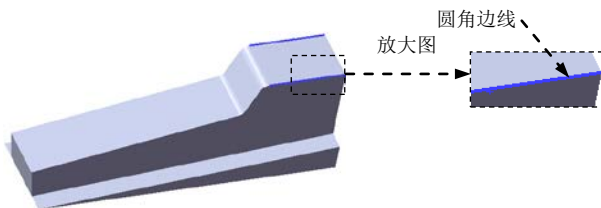

图 16.5.9 圆角边线
(2) 定义圆角类型。采用系统默认的圆角类型。
(3) 定义圆角对象。选取图 16.5.9 所示的边线为要圆角的对象。
(4) 定义圆角的半径。在 **圆角项目(I)** 区域的 文本框中输入圆角半径值 0.5，选中 ☒ **切线延伸(S)** 复选框。
(5) 单击“圆角”对话框中的 按钮，完成圆角 3 的创作。